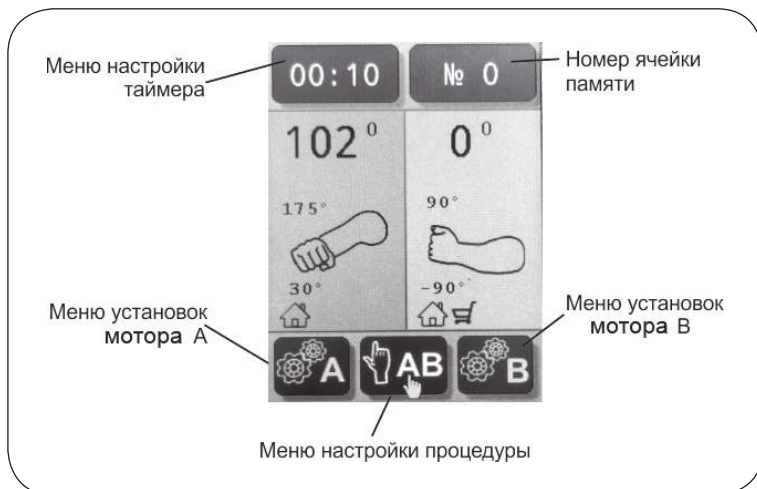
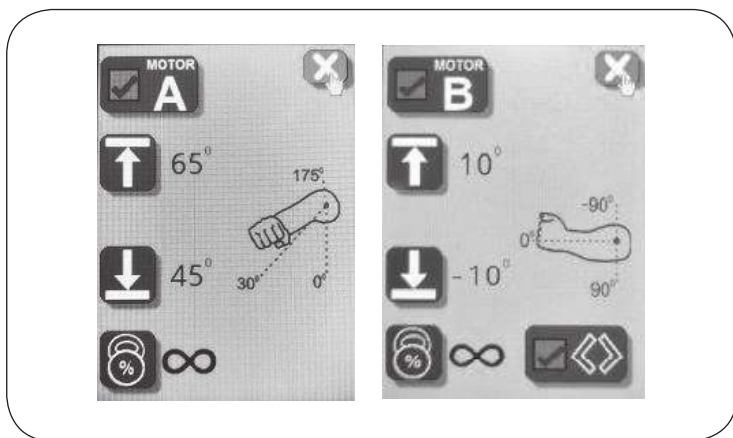

Рисунок 7.4 – Дисплей режима готовности
Рисунок 7.5 – Дисплей режима задания параметров механизмов
6.2.3. По окончании загрузки на дисплее отображается дисплей режима готовности (см. рис. 7.4).
7.2. Дисплей режима готовности (см. рис. 7.4).
7.3. Дисплей режима задания параметров механизмов (см. рис. 7.5).
После однократного нажатия любой кнопки Аппарат перейдет в режим «Пауза», о чем сообщит мигающая в зоне С пульта управления иконка . В данном режиме дисплей переходит в состояние выбора меню (см. рис. 7.4): иконки панели становятся активными и появляется возможность оперативно изменить (скорректировать) режим работы аппарата.
<p>Задание амплитуды движения (углов подошвенного (тыльного) сгибания / пронации (супинации)) Амплитуда движения - это рабочий диапазон, внутри которого происходит движение исполнительных механизмов каждого двигателя. Настраиваются крайние положения. Минимальные и максимальные значения индивидуальны для каждого пациента и режима работы. Шаг настройки - 1°. Настройка амплитуды может осуществляться двумя способами: 1. Аппарат находится в стационарном состоянии. Пользователь знает требуемый диапазон. 1.1. Для задания амплитуды движения для мотора А необходимо зайти в меню установок мотора А (рис.7.4). 1.2. С помощью кнопок (+), (-) перевести курсор на символ  и нажать кнопку  (рис. 7.5). Задать требуемое верхнее значение диапазона для мотора А (для увеличения угла нажмите кнопку (+), для уменьшения - (-)). 1.3. Нажать кнопку  для подтверждения заданного значения и выхода из меню задания верхнего значения диапазона. 1.4. С помощью кнопок (+), (-) перевести курсор на символ  и нажать кнопку  (рис. 7.5). Задать требуемое нижнее значение диапазона для мотора А. 1.5. Нажать кнопку  для подтверждения заданного значения и выхода из меню задания нижнего значения диапазона. 1.6. С помощью кнопок (+), (-) перевести курсор на символ , нажать на кнопку  и выйти из меню настроек мотора А. 1.7. Повторить действия по п. 1.1 - 1.6 для задания амплитуды движения мотора В. 2. Первичная настройка под пациента, выбор допустимых углов (активный поиск угла). Задание угла осуществляется последовательным движением в выбранную точку.  ВНИМАНИЕ! Для первичной настройки под пациента (задания амплитуды движения механизмов А и В) необходимо пациента разместить на аппарате и выполнить подстройку в соответствии с разделами настоящего руководства. Для задания амплитуды движения необходимо: 2.1. Зайти в меню установок механизма А (рис.7.4). 2.2. С помощью кнопок (+), (-) перевести курсор на символ  и нажать кнопку  (рис. 8.5). Одновременно с удержанием кнопки , кнопками (+) или (-), выставить верхнее значение диапазона работы мотора А, которое не будет вызывать болевых ощущений в суставе у пациента. 2.3. Нажать кнопку  для подтверждения заданного значения и выхода из меню задания верхнего значения диапазона мотора А. На экране около символа  появится записанное значение. 2.4. С помощью кнопок (+), (-) перевести курсор на символ , нажать на кнопку  и выйти из меню настроек механизма А.</p>
<p>2.5. Зайти в меню установок механизма В (рис.7.4) и повторить действия по п.2.2-2.4 для задания верхнего значения амплитуды движения мотора В.</p> <p>2.6. Повторить действия по п.п. 2.1 – 2.5 для установки нижнего значения  амплитуды движения моторов А и В.</p> <p> ВНИМАНИЕ! Установленные значения и фактически измеренный угол могут незначительно отличаться</p>